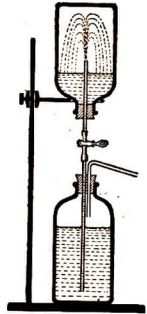

Abb. 3. Löslichkeit von Salzsäuregas
2. Die obere Flasche des in Abb. 3 dargestellten Gerätes füllt man mit Salzsäuregas, das man in einem Gasentwickler aus Kochsalz und konz. Schwefelsäure bereitet. Die Füllung geschieht durch einfaches Einleiten auf den Boden der aufrecht stehenden Flasche. Die mit Salzsäuregas gefüllte Flasche stülpt man auf den Stopfen und drückt etwas Wasser aus der unteren Flasche hinein, indem man durch das seitliche Rohr Luft einbläst. Das Salzsäuregas löst sich so rasch in Wasser, daß ein gasleerer Raum entsteht. (Die obere Flasche muß deshalb dickwandig sein, sonst wird sie durch den äußeren Luftdruck zertrümmert.) In kräftigem Strahl springt das Wasser hoch und füllt schließlich die ganze obere Flasche. Setzt man dem Wasser vorher etwas Lackmus zu, so färbt es sich rot.